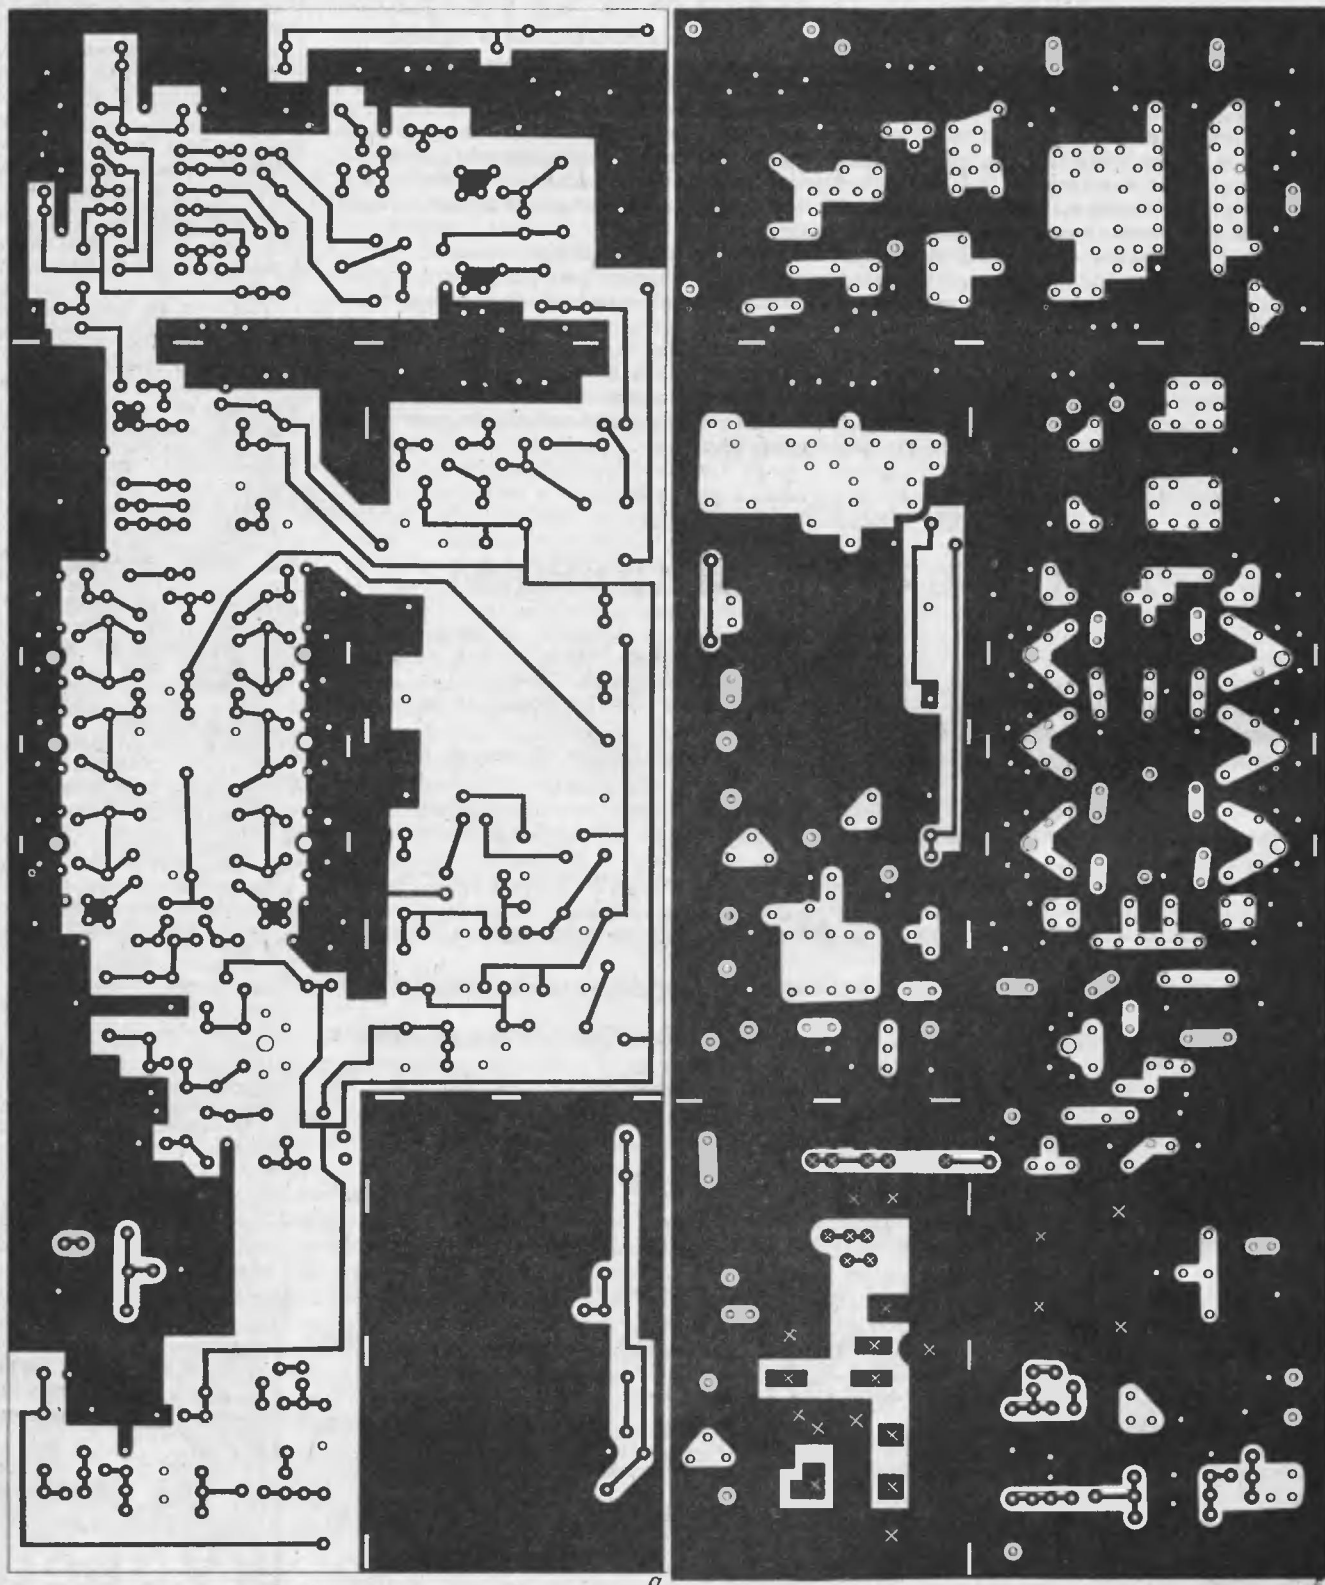
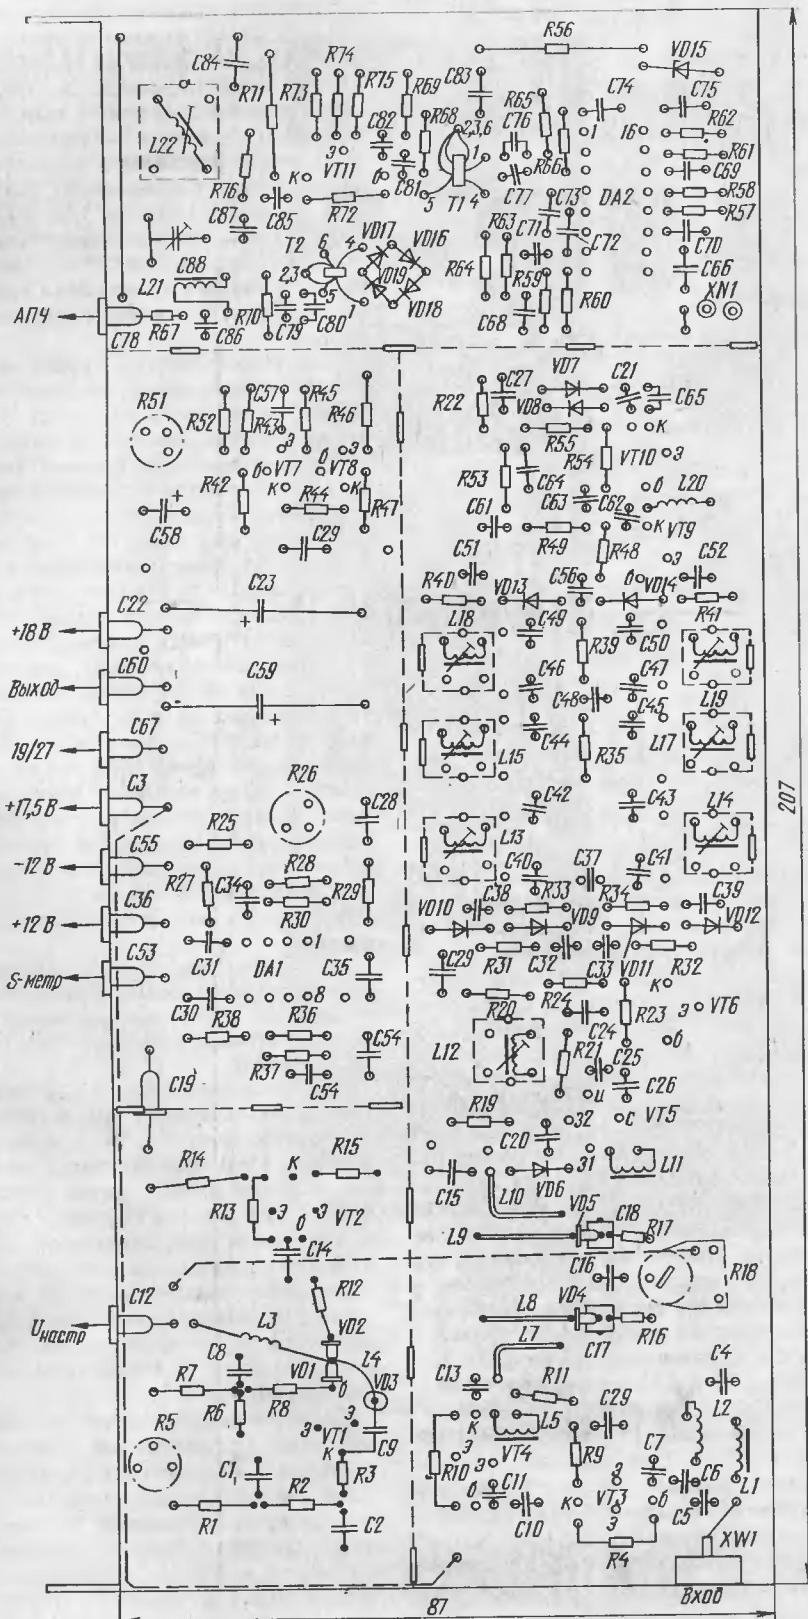

Рис. 5
Рис. 6
Очень важное значение для анализа сигналов имеет возможность вывода карт и диаграмм, наглядно изображающих различные характеристики сигналов. Большое количество таких средств имеется в системе CONAN. Так, на рис. 5 изображены последовательные карты изменения когерентности между указанными парами каналов. На рис. 6 в левом полуокне расположены графики «амплитуда-частота», по которым можно сразу определить, на каких частотах сосредоточена основная передаваемая в течение данной эпохи мощность сигнала, где находится резонансная частота и т.д., а с помощью подвижного визира оценить амплитуду соответствующих гармоник. В правом полуокне приведена цветная карта амплитуд вибраций исследуемой механической конструкции. Карта построена для частоты, соответствующей текущему положению визира. На рис. 4 приведена многомерная управляемая диаграмма «амплитуда-канал-частотный диапазон-время-спектральный параметр», с помощью которой можно получить полное представление об изменении во времени обобщенных спектральных характеристик записанных сигналов, а также выбрать временные и пространственные срезы для последующего детального изучения.
**В** ысокочастотная (ВЧ) часть тюнера выполнена на печатной плате из двустороннего фольгированного стеклотекстолита толщиной 1 мм. Чертеж ее проводников со стороны, противоположной размещению деталей, показан на рис. 5, а со стороны деталей — на рис. 5, б. Расположение деталей на плате изображено на рис. 6. На плате установлены